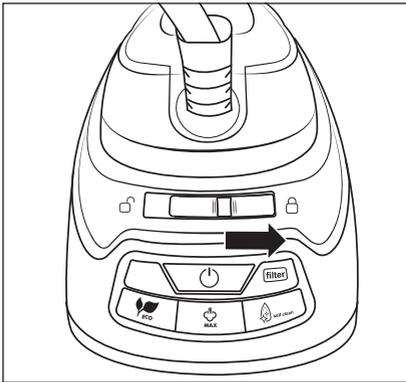

Fig. 8
- 4) Verrouillez le fer à repasser à vapeur **1** en faisant glisser le bouton de verrouillage **15** vers la droite en direction  (verrouillé) (voir fig. 8).